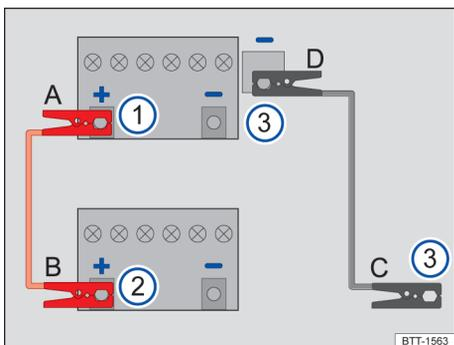

图 129 应急启动 - 电缆连接示意图
⇒ 图 129 的图例：
仅按照顺序 A - B - C - D 连接应急启动电缆 ⇒ 图 129。
- 将红色应急启动电缆的一端连接到 12V 汽车蓄电池 ⇒ 图 129 ① 电量耗尽的车辆的正极（+）上 ⇒ .
- 将红色应急启动电缆的另一端连接到供电车辆 ⇒ 图 129 ② 的正极（+）上。
- 将黑色应急启动电缆的一端连接到应急启动接点（接地端） ⇒ 图 129 ③ 上。
- 将黑色应急启动电缆的另一端连接到 12V 蓄电池电量耗尽的车辆 ⇒ 图 129 ③ 上。⇒
- 仅按照顺序 D - C - B - A 断开启动辅助电缆 ⇒ 图 129。